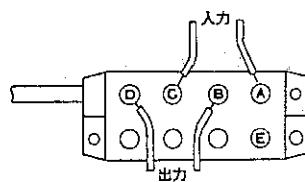

図 13
- b) ひずみを測定するためのブリッジで、ひずみゲージは種々の接続法が用いられます。これらの接続法は、前項3-2-1を参照して下さい。またブリッジボックスを中継して各種の変換器を使用する場合には図13のように接続して下さい。